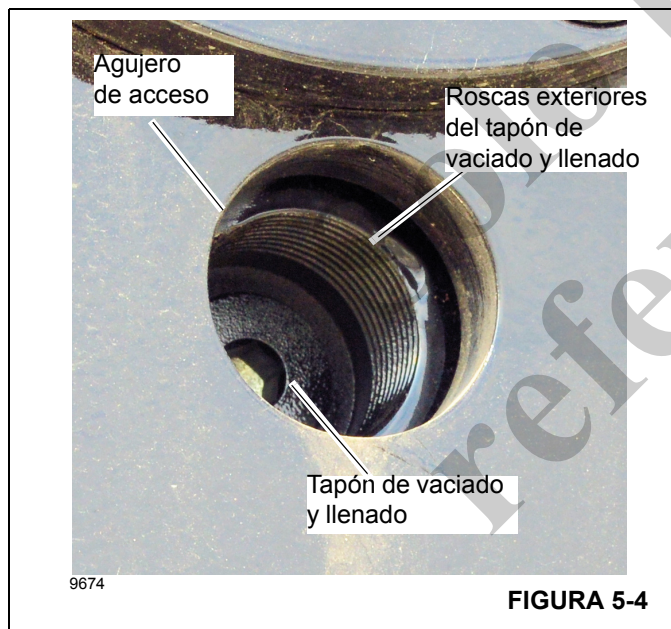

FIGURA 5-4
2. Gire el tambor del malacate de modo que el tapón de vaciado y llenado (Figura 5-4) quede alineado con el agujero de acceso para vaciado de aceite en la posición de las 6 horas (3, Figura 5-3).
3. Instale un tubo corto de 1 pulg (25 mm) en las roscas exteriores del tapón de vaciado y llenado (Figura 5-4).
2. Usando una llave Allen de 5/16 pulg (8 mm), retire el tapón de vaciado y llenado (Figura 5-4).
5. Usando una llave Allen de 5/16 pulg (8 mm), instale y apriete el tapón de vaciado y llenado (4, Figura 5-4). Apriete el tapón de vaciado y llenado a un par de 67.8 Nm (50 lb-pie).